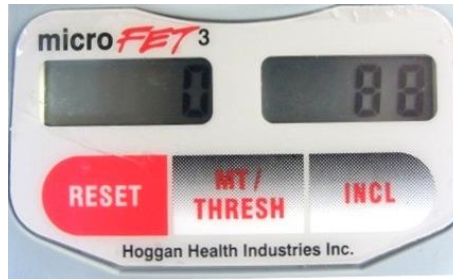

Figure 5 : Position de départ du patient, exemple d'affichage d'un résultat de test
- Cliquez une troisième fois sur le bouton latéral rouge pour obtenir la valeur de l'angle de première position du patient (voir figure 5).